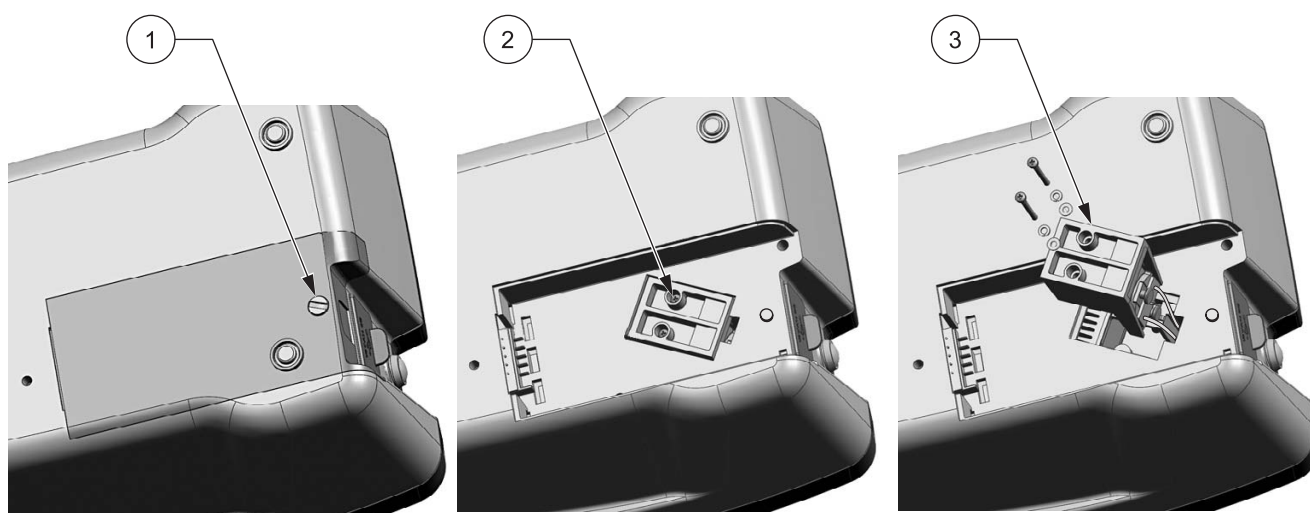

Figura 10 Extracción de la lámpara
8. Utilice un destornillador de estrella para quitar los tornillos de la carcasa de la lámpara (Figura 10 en la página 67).